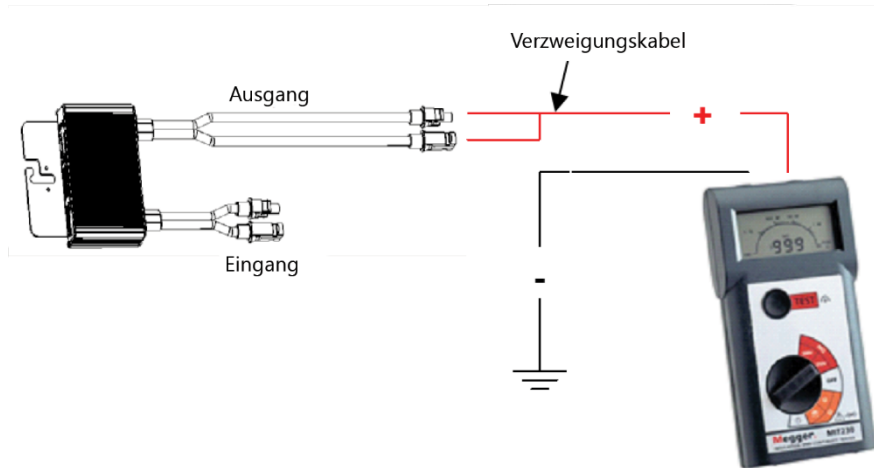

Abbildung 4: Verbinden des Isolationsprüfers mit dem Leistungsoptimierer
- b. Verbinden Sie den positiven und den negativen Ausgangssteckverbinder des Leistungsoptimierers mit dem Verzweigungskabel (*Abbildung 4*).